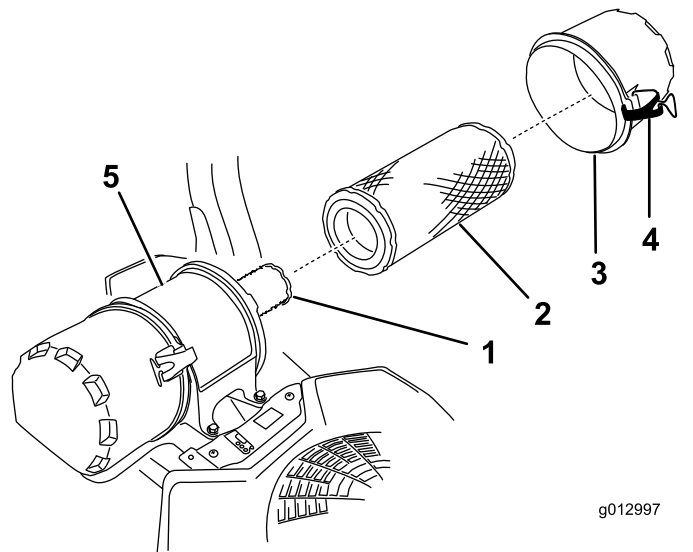

Figure 44
6. Ouvrez les dispositifs de verrouillage du filtre à air et détachez le couvercle du boîtier du filtre (Figure 44).
8. Sortez le préfiltre du boîtier du filtre avec précaution (Figure 44).
- Si vous remplacez l'élément intérieur, insérez-le avec précaution dans le boîtier du filtre (Figure 44).
- Placez ensuite le préfiltre sur l'élément intérieur avec le même soin (Figure 44).
- Remettez en place et verrouillez le couvercle du filtre à air (Figure 44).